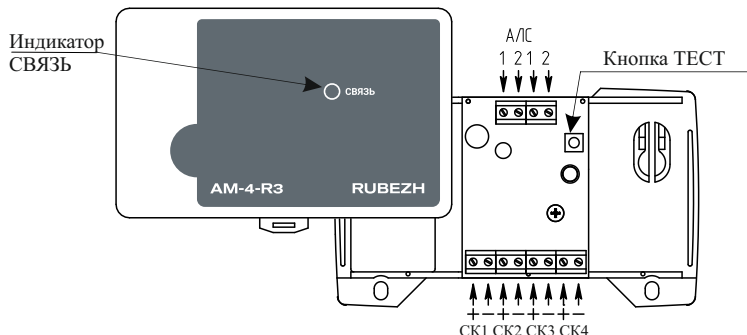

Рисунок 1 – Внешний вид крышки и основания с платой
4.2 Адресная метка представляет собой конструкцию (рисунок 1), состоящую из корпуса, внутри которого размещена плата с электронными компонентами, обеспечивающая обработку сигналов с линий Вх. СК. На плате установлены клеммные контакты для подключения адресной метки к АЛС и для подключения линий Вх. СК (СК1 – СК4).